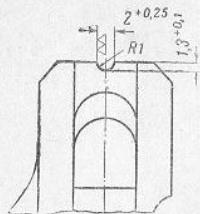

Рис. 12. Переделка треугольной прорези на полуокруглую
(I) При наличии на револьвере треугольной прорези и прямоугольной мушки переделать треугольную прорезь на полуокруглую согласно рис. 12.